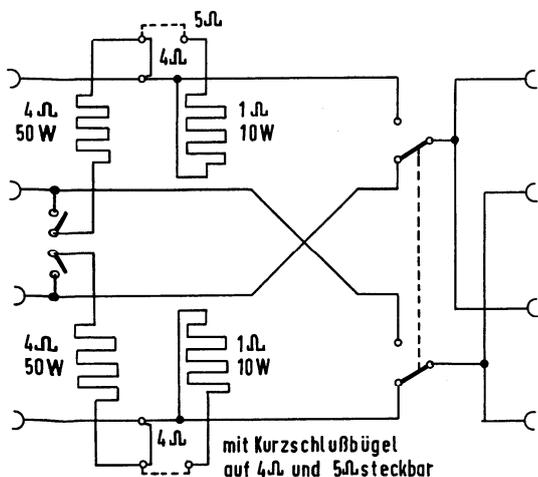

Bild 1
9. **2 Abschlußwiderstände 4 Ω/50 Watt eingebaut mit Umschalter und Anschlußklemmen für Meßgeräte (Selbstbau) (siehe Bild 1 und 2).**